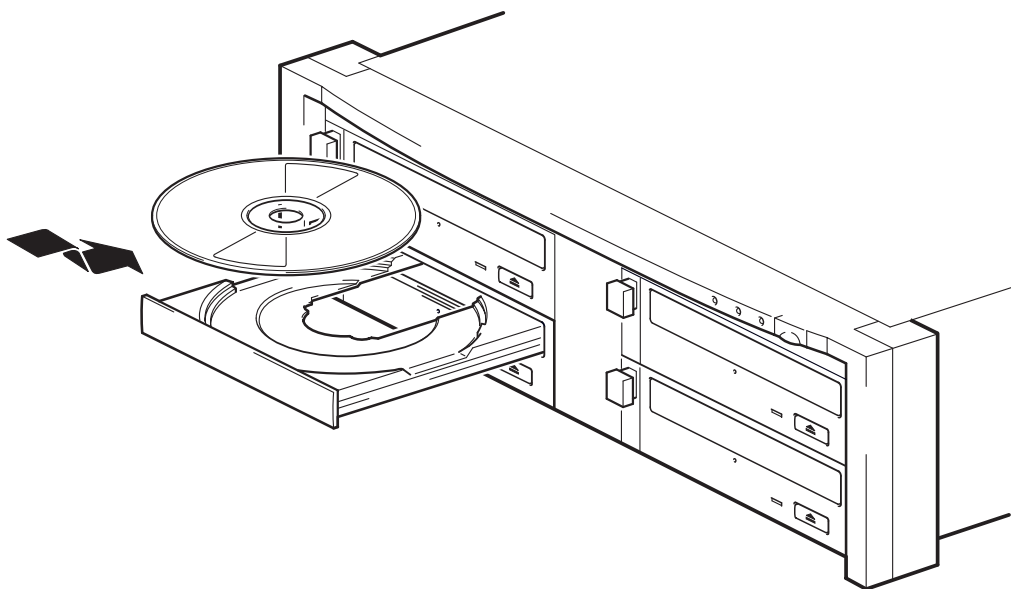

Abbildung 4a: Laden einer Disk
- 1 Legen Sie eine CD oder DVD mit der beschrifteten Seite nach oben in das Ladefach ein (siehe Abbildung 4a), und schieben Sie das Ladefach vorsichtig zurück in das Laufwerk.